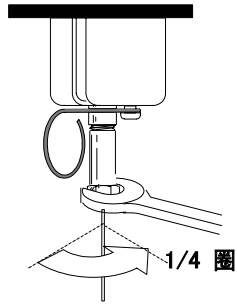

图 39 拧紧色谱柱螺帽
- 9 用两个扳手，再拧紧柱螺帽 1/4-1/2 圈，用轻微的力不会把色谱柱从接头上拉下来（见图 39）。